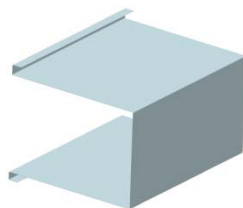

图 11-195 创建轮廓弯边特征
(6) 在“轮廓弯边”对话框中，单击 按钮，创建轮廓弯边特征，如图 11-195 所示。